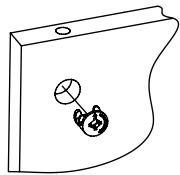
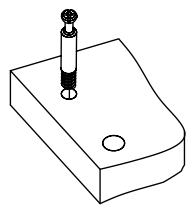

Рис.1
Рис.2
1. Подготовьте детали к сборке. Вкрутите шпильки минификсов в деталь 1 (Рис. 1). Затем вставьте головки минификсов в детали 2, 3, 5, 6 (Рис. 2).